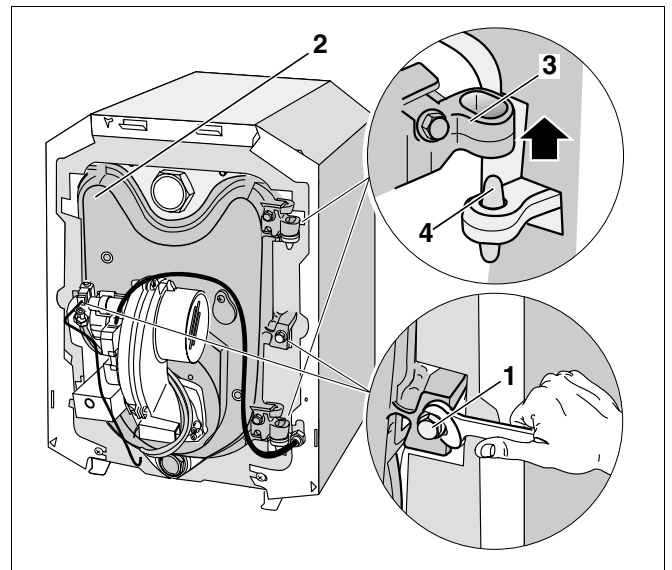

Fig. 6 Fjernelse af brænderdøren
- Løs og fjern sekskantboltene (fig. 6, **pos. 1**) i brænderdøren (fig. 6, **pos. 2**).
- Åbn brænderdøren (fig. 6, **pos. 2**).
- Løft hængseløjerne (fig. 6, **pos. 3**) på brænderdøren (fig. 6, **pos. 2**) af hængseltappene (fig. 6, **pos. 4**).